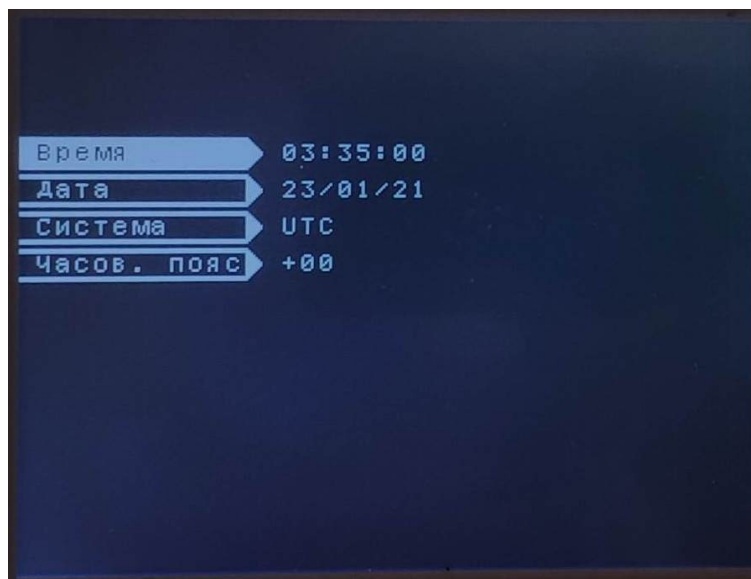

Рисунок 23 – Раздел «Дата и время»
4. «Дата и время» - раздел предназначен для установки даты и времени «ОПОН» АПК RX (см. рисунок 23).